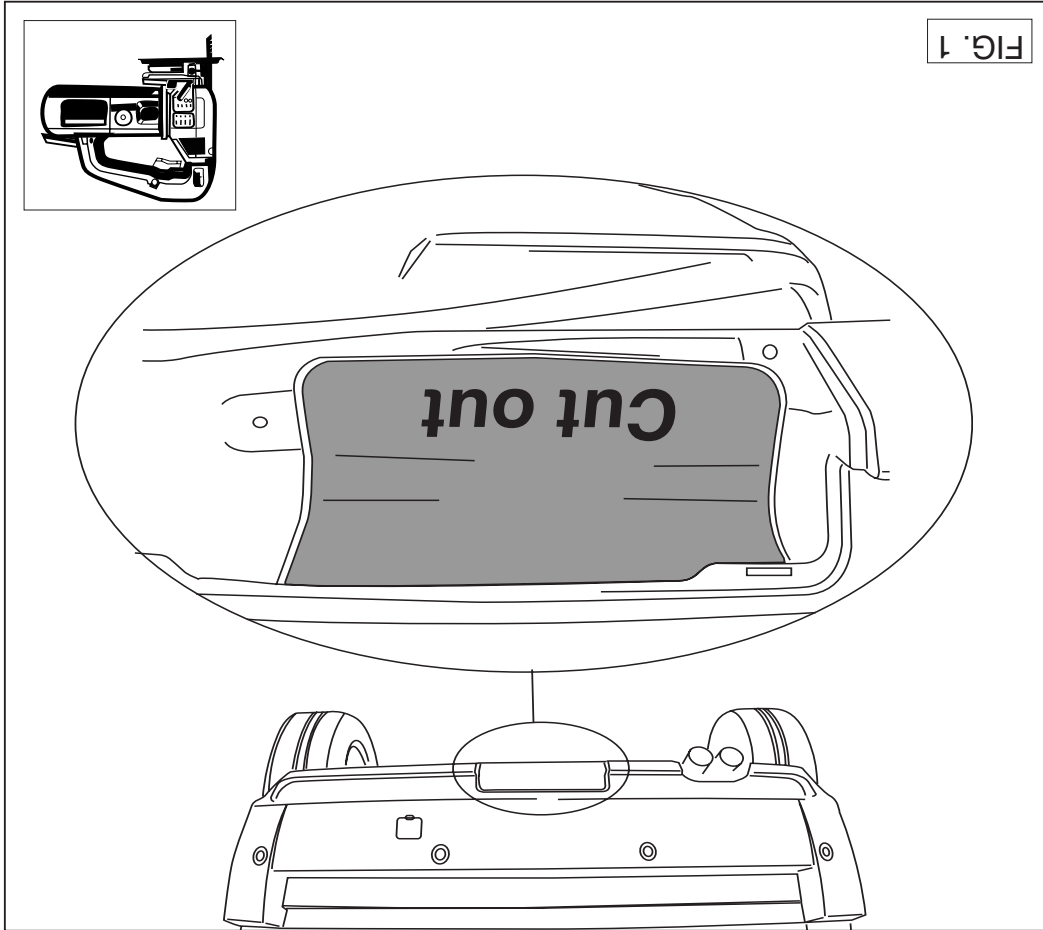

FIG. 1
5. Saw out the portions as indicated in fig. 1.
5. Gemäß Abb. 1 die angegebenen Teile heraussägen.
5. Scier les parties indiquées conformément à la figure 1.
5. Säga ut delarna enligt fig. 1.
5. Serrar las partes indicadas en la fig 1.